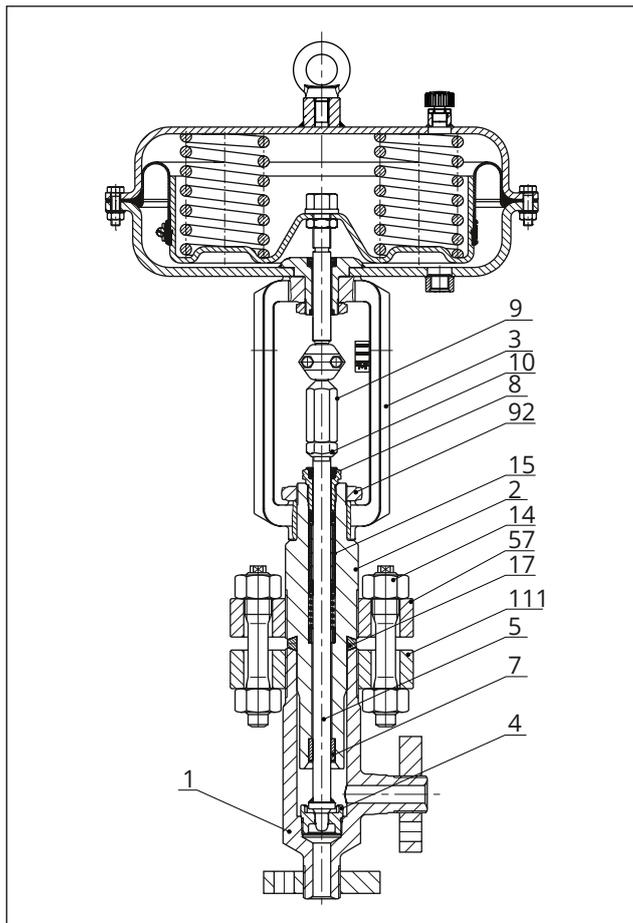

Bild 17: Typ 3259 in Normalausführung
16. Stopfbuchsteile mit einem geeigneten Werk-zeug vorsichtig über die Kegelstange in den Pa-ckungsraum einschieben. Korrekte Anordnung beachten, vgl. Bild 17.
17. Schrauben (13) durch die Schraubflansche (57, 111) stecken und festziehen. Anzugsmomente beachten.
18. Gehäusemutter (14) schrittweise über Kreuz anziehen. Anzugsmomente beachten.
19. Gewindebuchse (8) einschrauben und festzie-hen. Anzugsmomente beachten.
20. Joch (3) auf das Zwischenstück (2) setzen und mit Schlagmutter (92) festschrauben.
21. Kontermutter (10) und Kupplungsmutter (9) lose auf Kegelstange schrauben..
ckungsraum einschieben. Korrekte Anordnung beachten, vgl. Bild 17.